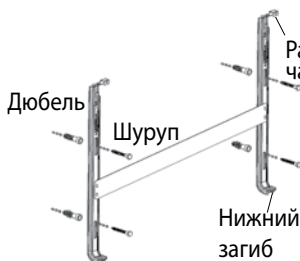
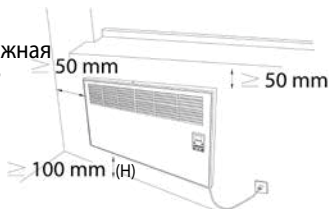

Рисунок 5. Подвижное крепление
Рисунок 6. Допустимое расстояние
2. Нельзя монтировать Электрический Конвектор непосредственно под электророзеткой, лучше всего расположить недалеко от розетки. После выбора удобного местоположения для конвектора по Рисунок 7', соблюдая отступы, приступите к измерению для сверления. Используйте Рисунок 5' и монтажный кронштейн в качестве шаблона. Для этого положите кронштейн лицевой стороной вниз и сделайте отметку карандашом, соблюдая минимальное расстояние от пола менее чем 100 мм. Для долгого срока службы конвектора соблюдайте боковые, верхние, нижние отступы (Рисунок 6.)